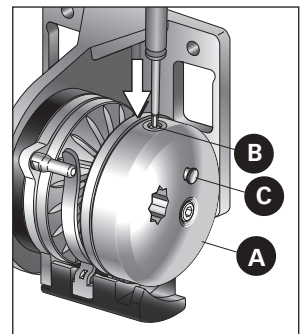

FIG. 3
- Premere il perno **B**, aiutandosi con un adeguato utensile, verso il centro del barbotin (come in fig. 3).